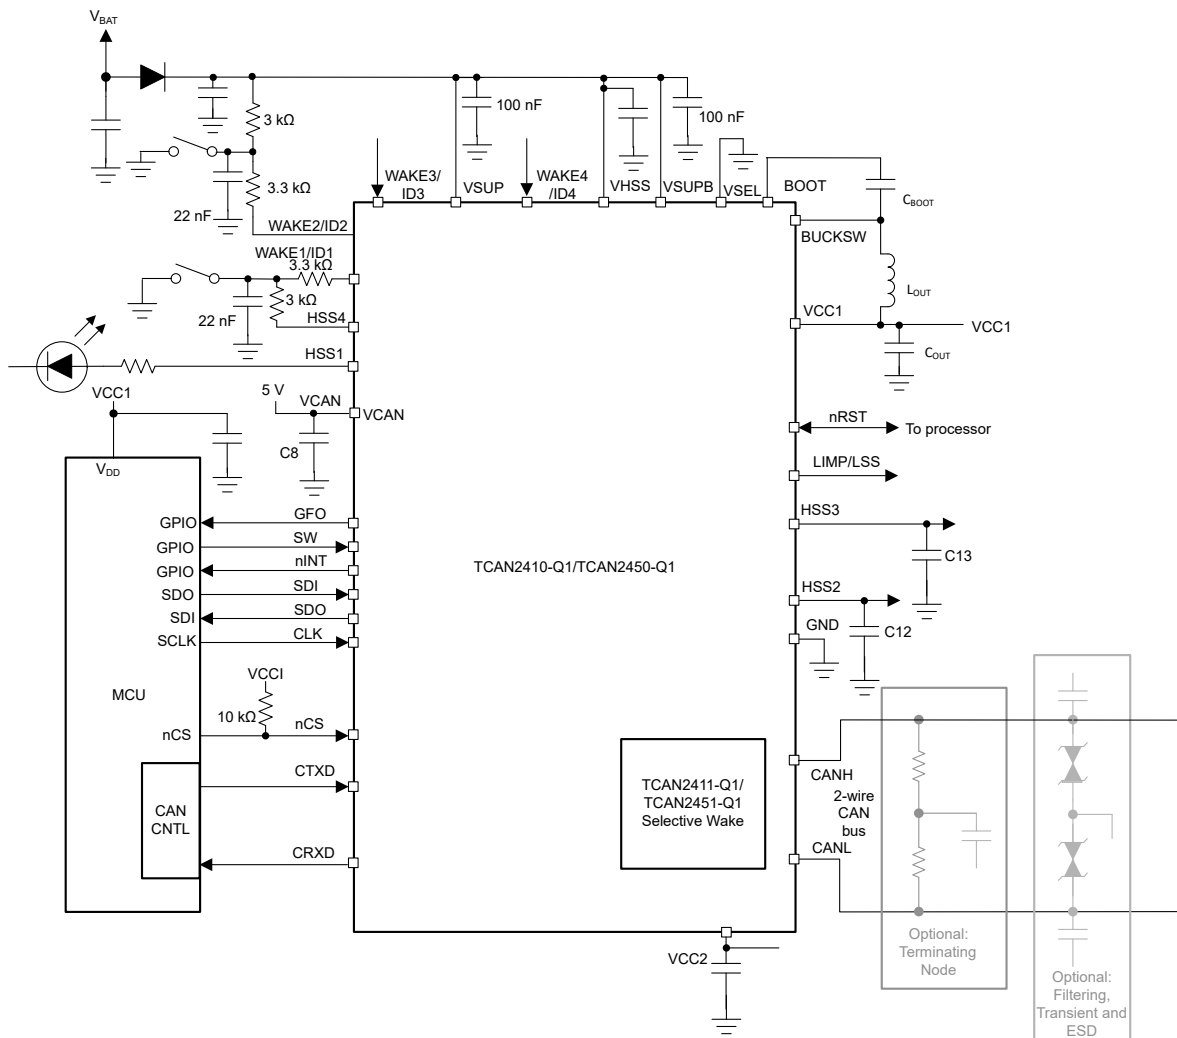

図 8-22. サイクリックセンシング構成のアプリケーション図
- 図 8-22 に示すように、目的の WAKE ピンを HSS4 に接続します